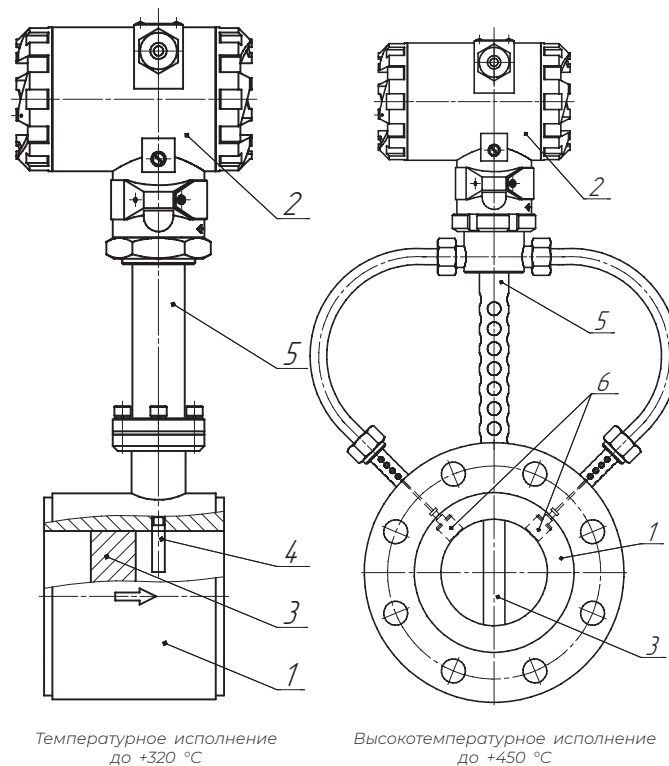

Рисунок 1. Конструкция расходомеров
Расходомер (рис. 1) состоит из проточной части (1) и электронного блока (2). Проточная часть представляет собой полый цилиндр, в поперечном сечении которого установлено тело обтекания (3). За телом обтекания расположен чувствительный элемент (сенсор) (4), (6). Электронный блок (2) крепится на цилиндре проточной части с помощью стойки (5). Электронные платы размещены в электронном блоке.